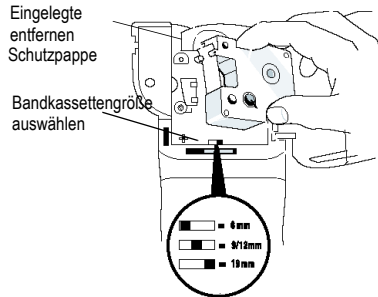

Abbildung 5
⚠ Wenn Sie den Etikettendrucker zum ersten Mal benutzen, müssen Sie die eingelegte Schutzpappe zwischen Druckkopf und Andruckrolle herausnehmen. Siehe Abbildung 5.
2. Stellen Sie den Kassettenschalter auf die Größe der Etikettenkassette ein, die Sie einlegen wollen. Siehe Abbildung 5.